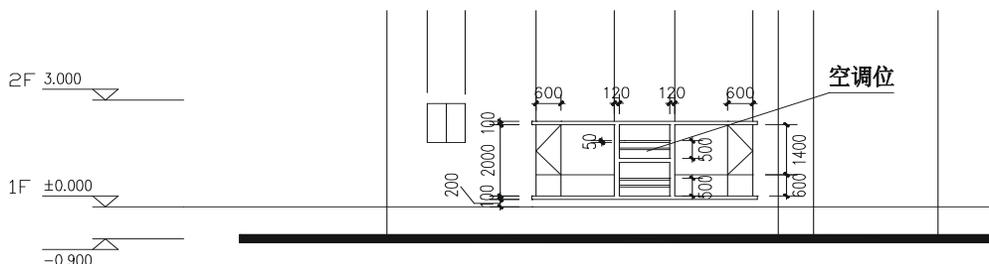
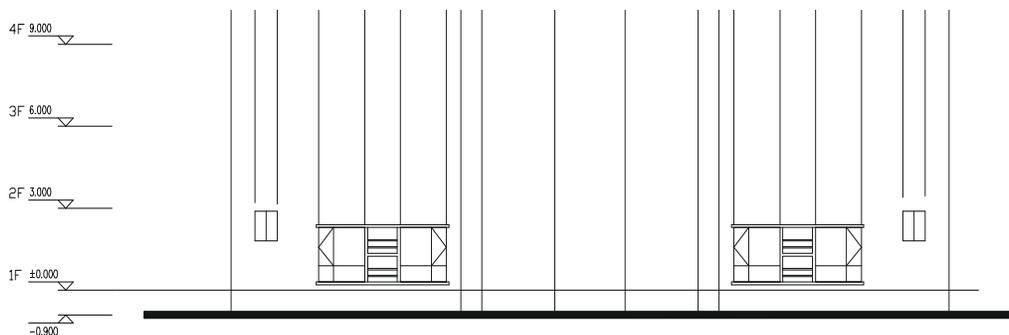

图 12-1-20
图 12-1-21
**STEP 09** 使用 LINE、OFFSET、TRIM 等命令绘制凸窗的窗台和空调位，如图 12-1-20 所示。
**STEP 10** 使用镜像命令 MIRROR 将如图 12-1-20 所示的凸窗、窗台及空调位一起镜像一份放在右边，如图 12-1-21 所示。